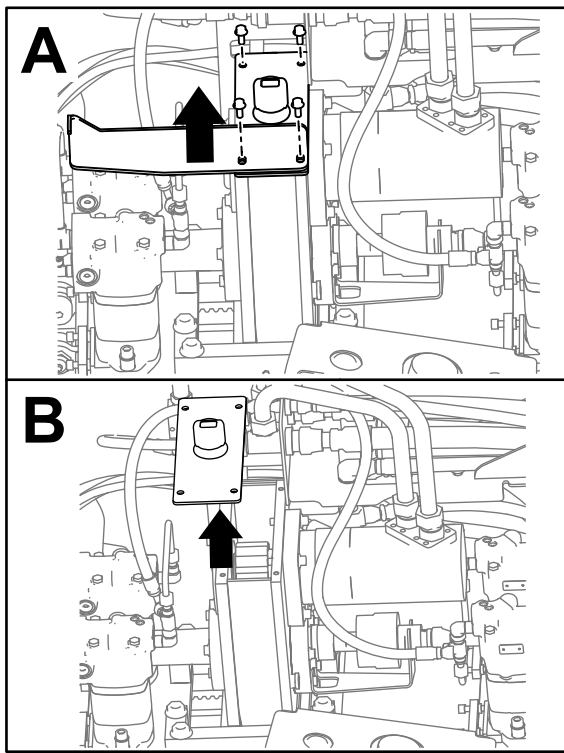

Figure 133
3. Retirez les 4 boulons de la plaque de protection et du boîtier d'engrenages (encadré A de la Figure 133).
4. Déposez la plaque de protection (encadré A de la Figure 133).
5. Retirez le couvercle du boîtier d'engrenages et siphonnez l'huile (encadré B de la Figure 133).
9. Remettez la plaque de protection en place et installez les deux boulons (encadré A de la Figure 133).
10. Mettez les 2 autres boulons pour fixer le couvercle sur le boîtier d'engrenages (encadré A de la Figure 133).